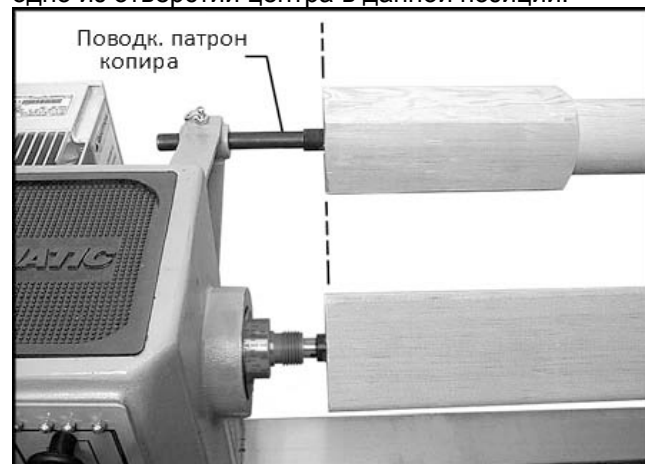

Рис. 29
2. Установите вращающийся четырехзубцовый поводковый патрон копира на кронштейн защиты, подняв фиксатор, вставьте центр так, чтобы его конец был на одном уровне с концом центра, установленного на передней бабке. См. Рис. 29. Фиксатор в кронштейне должен войти в одно из отверстий центра в данной позиции.